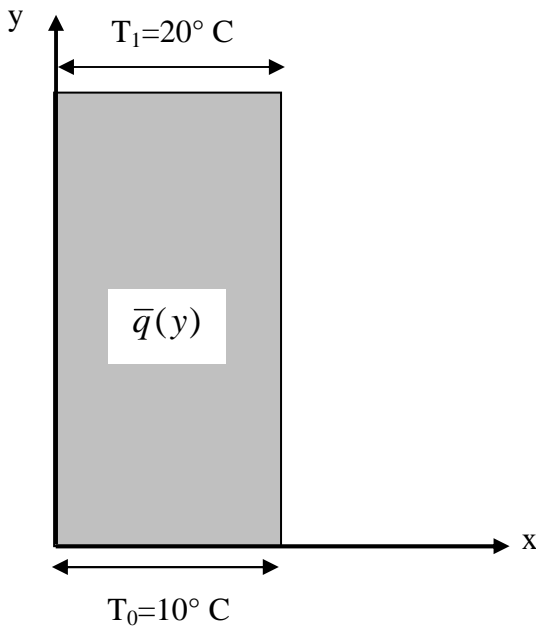
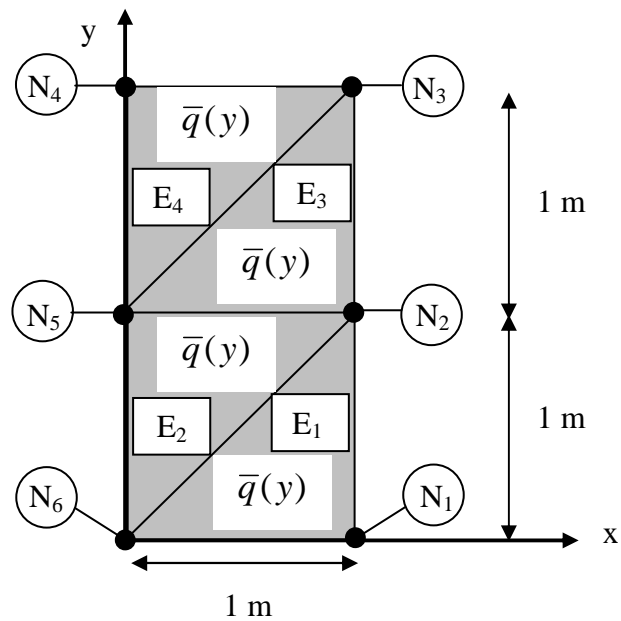
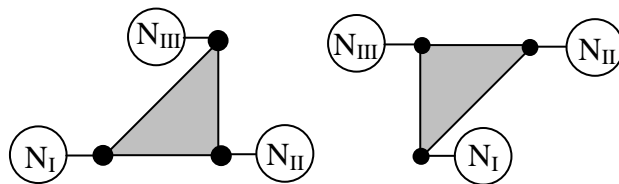

Figure 2 – structure
Figure 3 – maillage
Figure 4 – convention de numérotation locale
On considère un problème 2D plan de conduction de chaleur dans la structure représentée sur la figure 2. On suppose qu'il n'y a pas de couplage avec la mécanique et que la diffusion se fait en conduction seule, sans convection ni radiation. On néglige les effets transitoires et on suppose que le matériau est homogène et isotrope. La conductivité du matériau est prise égale à $10 \text{ W/(m } ^\circ\text{C)}$. Les dimensions et le maillage de la structure sont donnés sur la figure 3. La structure est soumise à une température $T_0=10^\circ\text{C}$ sur sa partie inférieure, à une température $T_1=20^\circ\text{C}$ sur sa partie supérieure et à une source interne de chaleur $\bar{q}(y)=480 y \text{ W/m}^3$. Notez bien que la **source interne de chaleur** est **non constante** puisqu'elle **dépend de la variable d'espace y**.
1) On adopte la numérotation globale des nœuds de la figure 3 et la numérotation locale de la figure 4. Donner la matrice assemblée du problème.
- 8) Deux calculs éléments finis ont été réalisés avec ANSYS avec des éléments PLANE55. Un calcul a été effectué avec le maillage de la figure 3. Le second calcul a été réalisé en remplaçant les 4 triangles de la figure 3 par deux quadrangles. Les résultats sont donnés dans le tableau 1. Comparer ce tableau avec les résultats des questions 4 et 7. Conclure, sachant que la formule d'intégration numérique de la question 2 est exacte pour les polynômes de degré 1 et donne une valeur approchée pour les polynômes de degré supérieur.